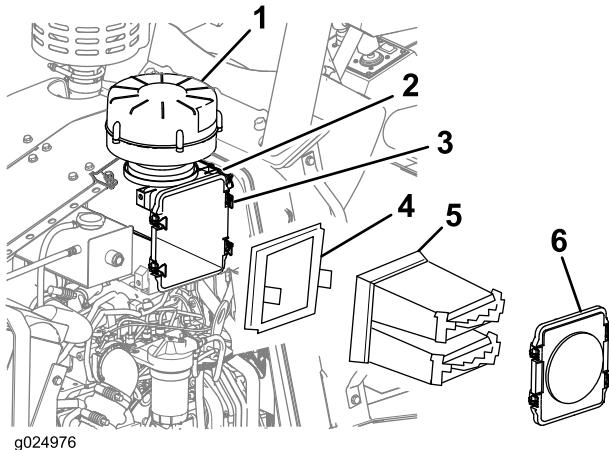

Figura 75
- Destrave as 4 presilhas que sustentam a tampa do filtro de ar e remova a tampa (Figura 75).
3. Remova os elementos filtrantes primário e secundário do corpo do filtro de ar (Figura 75).
4. Com um pano limpo e úmido, limpe o interior do corpo do filtro (Figura 75).
10. Prenda a tampa do filtro de ar no corpo do filtro de ar com as 4 presilhas (Figura 75).